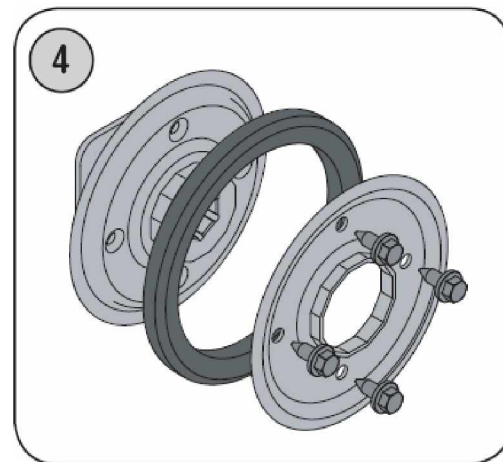

Рис. 34.
4. Открутите четыре винта, которые скрепляют половинки диска между собой. См. Рис. 34.